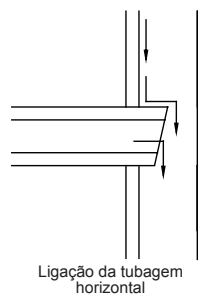

Fig. 26
- No.3: Prenda a tubagem horizontal, como mostrado na Fig. 26.